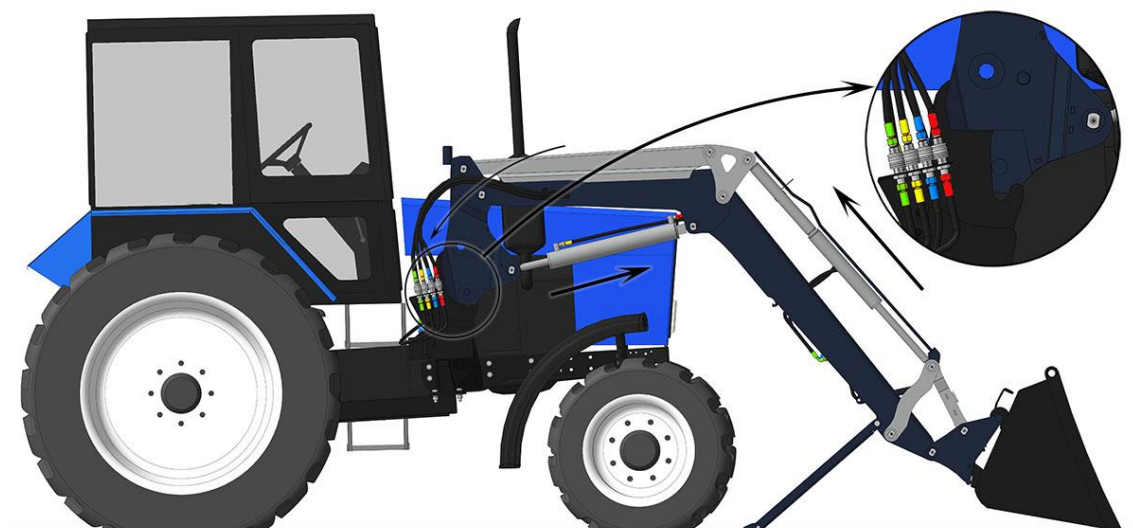

Рис. 2.9 – Наезд на тракторе до упора стойки в пятку
- Подъедьте на тракторе, чтобы ограничитель пятки уперся в стойку и опустите ось пятки в ловушку стойки (рис. 2.9).